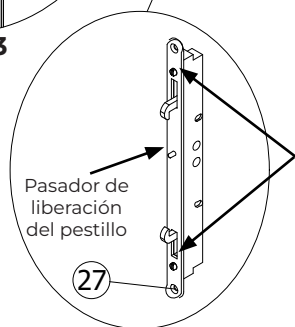

Figura 22
- **IMPORTANTE:** Es posible que el pestillo no pueda accionarse a menos que se presione el pasador de liberación del pestillo (ubicado entre las dos levas del pestillo) (figura 22).
4. **Bloquee** el panel operable en la jamba del marco con las levas de la cerradura de embutir completamente retraídas. Vuelva a ajustar las levas para obtener la holgura necesaria, si corresponde (figura 22).